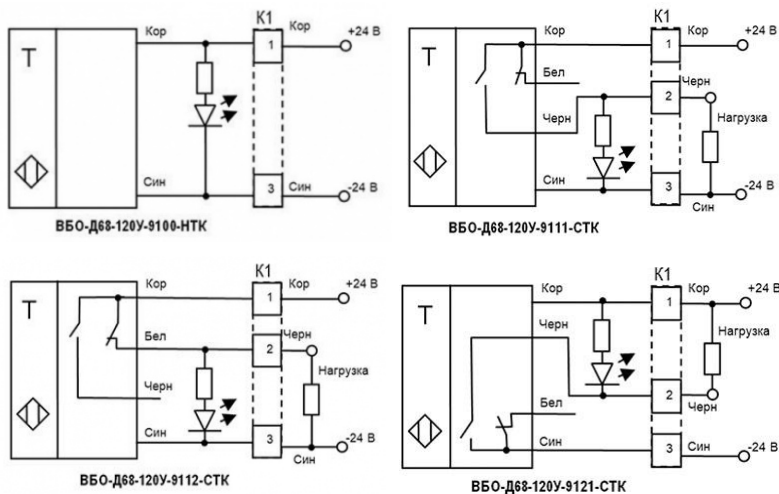

Рисунок 2 - Варианты схем подключения выключателей
3.5 Излучатель и приемник включаются по схеме, представленной на рис. 2. Схема подключения приведена на маркировке выключателя.